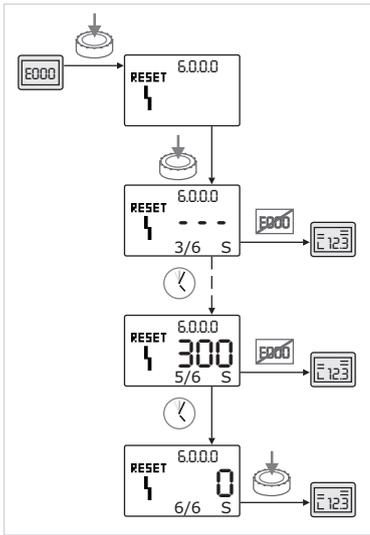

Fig. 64: Conferma del tipo di errore C
- Se si verificano errori del tipo C, per confermarli procedere come segue (Fig. 64):